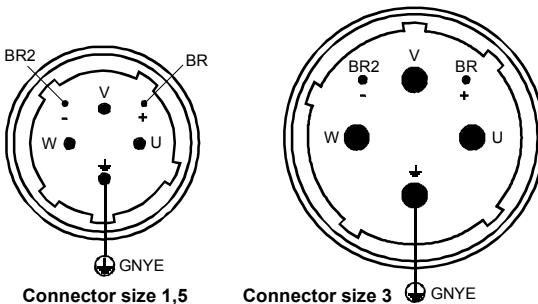
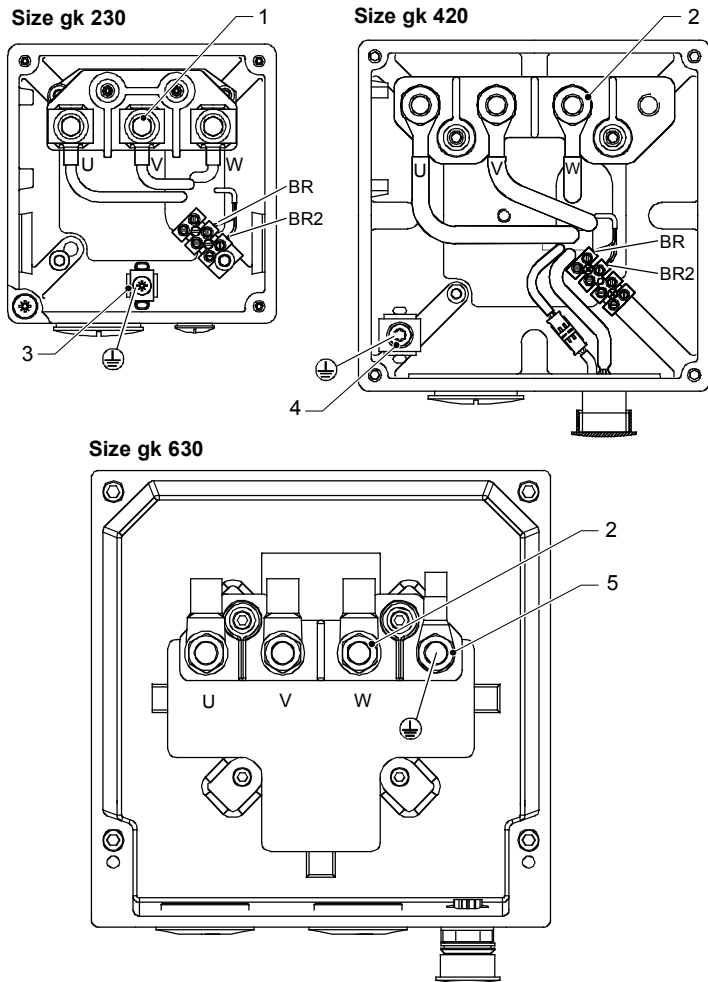

Fig. 7 Leistungsstecker (Ansicht auf Steckerpins)
Fig. 8 Klemmenkasten
- Steckerbelegung nach Fig. 7 ausführen, Schutzleiter anschließen.
- optionale Bremse über Leistungsstecker nach Fig. 7 anschließen.
- Klemmenbelegung im Klemmenkasten nach Fig. 8 ausführen
- optionale Bremse nach Fig. 8 anschließen
- Anschluss der Bremsen über Leistungsstecker (Fig. 7) oder Klemmenkasten (Fig. 8).